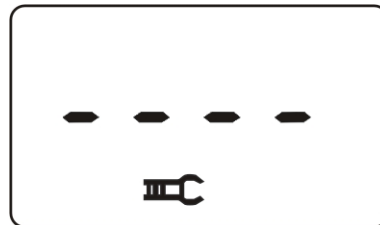
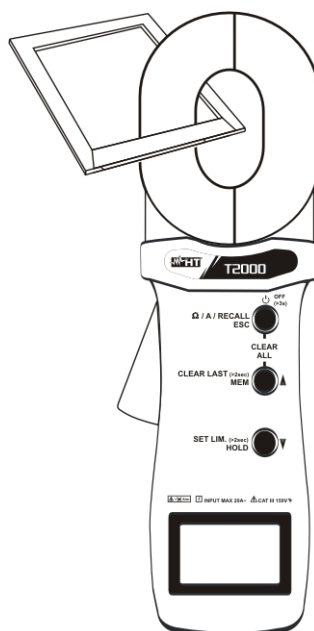

Abb. 7
Abb. 8: Widerstandsmessung der Testschleife
3. Öffnen Sie die Zangenbacken (im Display erscheint der Bildschirm in der Abb. 7) und umklammern Sie die als Zubehör vorgesehene Testschleife (siehe Abb. 8)
3. Öffnen Sie die Zangenbacken (das Display wird den Bildschirm in der Abb. 7 zeigen), umklammern Sie den zu messenden Erder und lesen Sie das angezeigte Ergebnis ab.